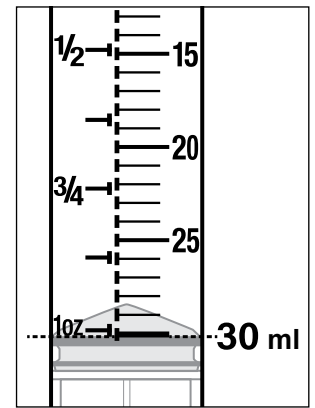

Figure 2.
5. Pendant environ 5 secondes, appuyer sur le piston de manière à ce que le bord avant de celui-ci soit aligné sur le bord arrière du repère de 15 ml (voir Figure 2).